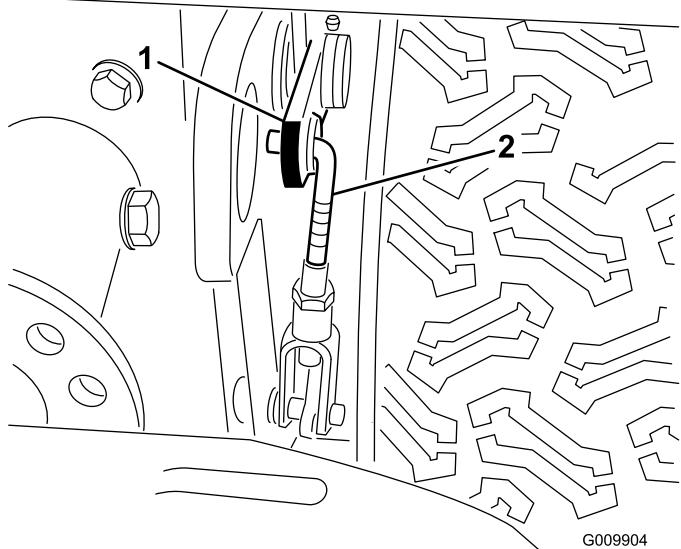

Figure 55
3. Desserrez l'écrou de blocage sur la chape (Figure 55).